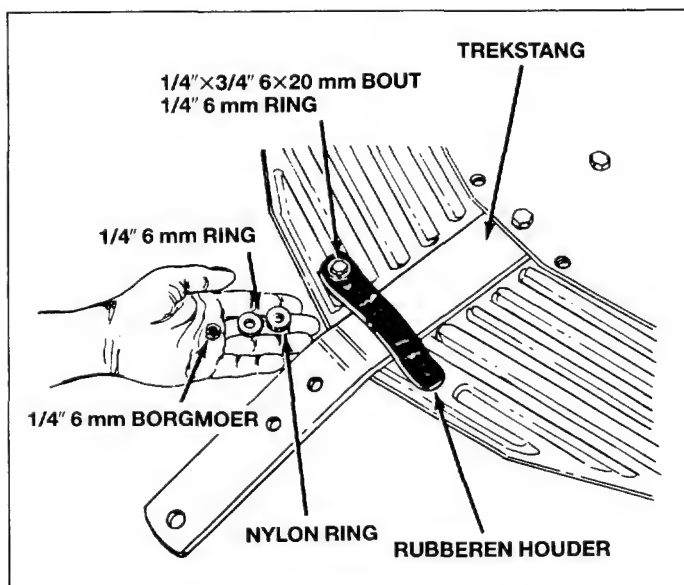

Fig. 5
4. Monteer de rubberriem op de twee spatborden en over de trekstang. Zie fig. 5.
Zet vast met twee zeskante bouten 6×20 mm (1/4×3/4"), vier platte ringen 6 mm (1/4"), twee nylon ringen en twee borgmoeren 6 mm (1/4"). Druk de bouten en een platte ring door de rubberriem en de spatborden. Breng vervolgens de nylon ring en de platte ring aan op de bout en draai de zeskante bout aan. Zie fig. 5.